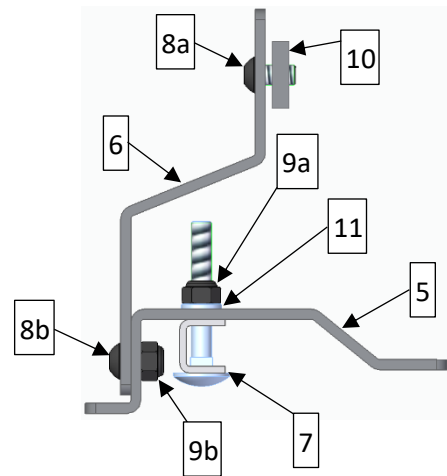

Abbildung 1
Vorab müssen die sechs Anbauteile (Verbindungsstücke zwischen Fahrzeug und Dachgepäck-Reling) vormontiert werden. Dafür werden jeweils folgende Teile benötigt und wie in Abbildung 1 zusammengeschraubt. Die Schrauben bei den Nutensteinen (8a) müssen vorerst nur drei bis vier Gewindgänge und die Muttern bei der Fixationsplatte dürfen maximal bis zur Hälfte des Gewindes eingeschraubt werden (Zwischen Adapterblech (5) und Muttern (9a) kommt jeweils eine Unterlegscheibe (11)):